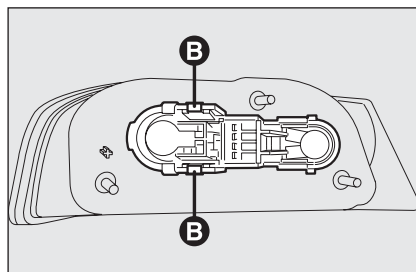

fig. 35
- estrarre il gruppo portalampade agendo sulle linguette di ritegno **B-fig. 35**;
- reinserire il gruppo portalampade fissandolo correttamente in posizione mediante le linguette di ritegno **B-fig. 35**;